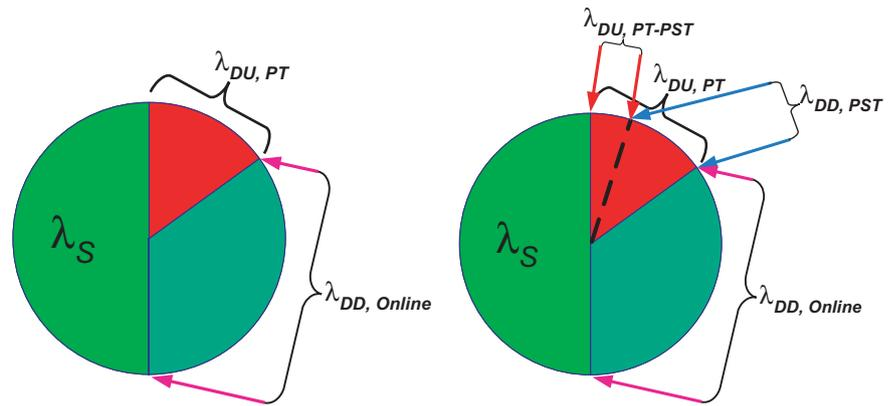

Bild 1: Ausfallrataufteilung bei einem Proof-Test ohne (links) und mit PST (rechts).
Vergleicht man einen Proof-Test mit einem PST, so kann festgestellt werden, dass eine Komponente bei einem PST – im Gegensatz zu einem Proof-Test – nur teilweise auf die Funktionsfähigkeit hin getestet werden kann. Bei der Durchführung eines PSTs wird deshalb im Vergleich zu einem Proof-Test nur ein kleiner Anteil an gefährlich nicht entdeckbaren Fehlern aufgedeckt. Ein PST ist somit ein nicht vollständig durchgeführter Proof-Test, der sowohl manuell als auch automatisiert erfolgen kann. Bei einem PST verbleibt somit ein Anteil an gefährlich nicht entdeckbaren Fehlern. Dieser Restanteil an gefährlich nicht entdeckbaren Fehlern kann dann erst durch einen Proof-Test beseitigt werden (siehe auch Bild 1).
Die Aufteilung der Ausfallraten eines PSTs im Vergleich zum Proof-Test zeigt das Bild 1. Im Gegensatz zu einem Proof-Test ist das System nach einem PST nicht wieder wie im Anfangszustand, also nicht „fehlerfrei“, weil eben kein vollständiger Test durchgeführt wurde!
Ein PST ist ein unvollständiger Proof-Test. Bei einem System mit PST wird ein Teil von $\lambda_{DU, PT}$ aufgedeckt, siehe Bild 1. Dies bedeutet, dass sich die Ausfallwahrscheinlichkeit für ein System mit PST, siehe Gl. (6), additiv aus einem Anteil, der die entdeckbaren Fehler, und einem Anteil, der die nicht entdeckbaren, nur durch einen Proof-Test zu beseitigenden Fehler beschreibt, zusammensetzen muss. Findet der PST immer periodisch nach Ablauf einer bestimmten Zeit statt, so setzt sich diese Funktion aus einer Superposition von zwei, linear von der Zeit abhängigen Funktionen zusammen, wobei die erste Funktion periodisch das Zeitintervall $[0 \dots t_{1, PST}]$ und die zweite Funktion periodisch das Zeitintervall $[0 \dots t]$ bis zu einem Proof-Test durchläuft.